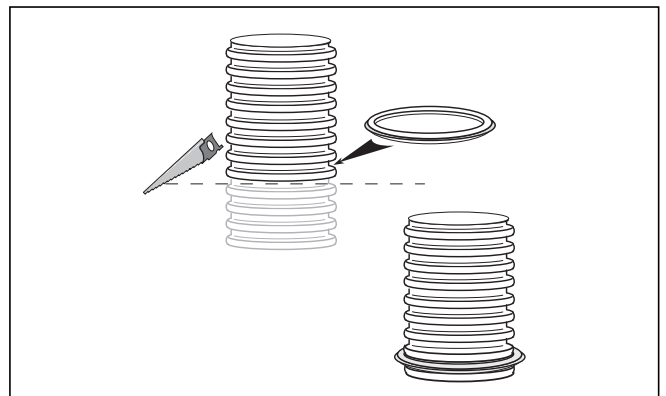

Abb. 5.33 Flexible Abgasleitung kürzen und Dichtung montieren
Legen Sie zunächst die Gesamtlänge nur überschlägig fest. Sicherheitszuschlag bei geradem Schacht: mindestens 50 cm, bei versetztem Schacht: mindestens 70 cm je Versatz. Kürzen Sie die flexible Abgasleitung (siehe Abb. 5.33) erst dann, wenn Sie sie an der Schachtmündung befestigen.
- Montieren Sie anschließend die Dichtung in der untersten unbeschädigten Rille der Abgasleitung (siehe Abb. 5.33).